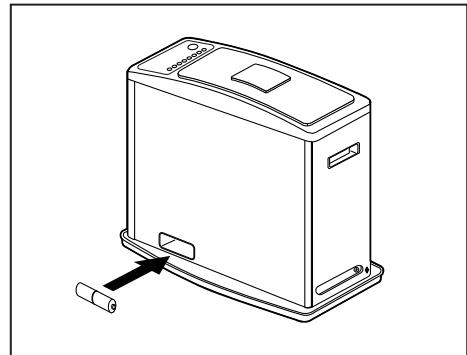
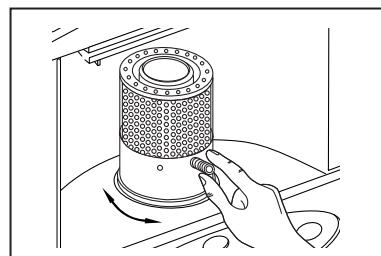

Fig. 3
Fig. 4
6. INSTALACIÓN DE BATERIAS (fig. 3)
- Meta dos (2) baterias "D" (viene con este calentador) de acuerdo a las marcas de símbolos positivos (+) y negativos (-) indicados en la caja.
7. POSICIÓN DEL QUEMADOR (fig. 4)